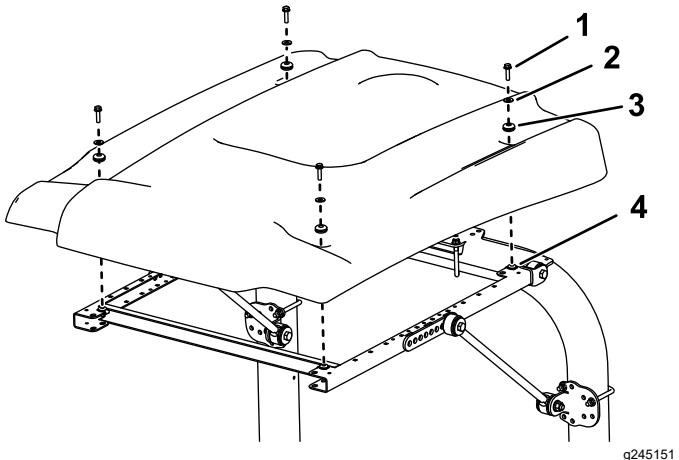

Рисунок 13
14. Выравнивая монтажные отверстия, расположите солнцезащитный навес на раме, как показано на Рисунок 13.
15. Установите каждый угол солнцезащитного навеса на раму с помощью болта с фланцевой головкой (5/16 x 1 $\frac{1}{4}$ дюйма), малой шайбы и уплотнительной втулки, не затягивая их (Рисунок 13).